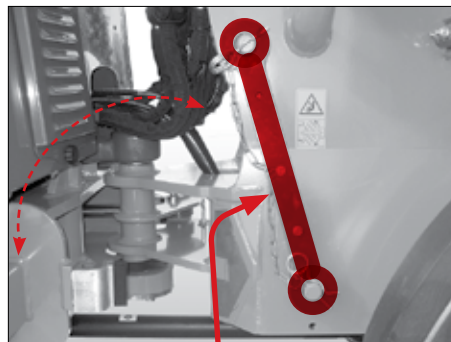

Fig. 81
Knæksikringen pos. 1 (Fig. 81) er fastgjort på forvognen på dertil placerede bolte og sikret med fjederstik.
3. Sæt knæksikringen pos. 1 omkring.